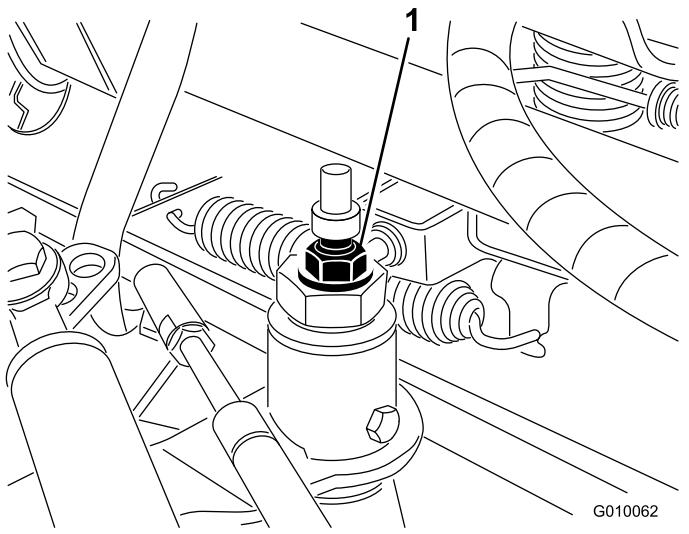

Bild 54
3. Lockern Sie die Sicherungsmutter an der Fahrantriebs-Einstellnocke (Bild 54).